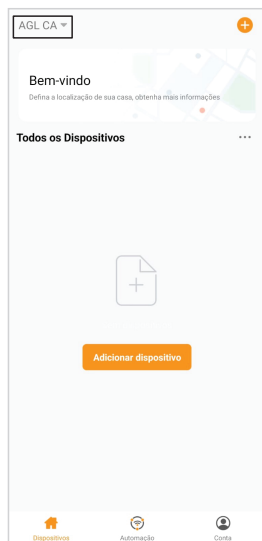

Figura 1
1. No aplicativo **"AGL Home"**, no canto superior esquerdo, clique sobre a **"seta para baixo"** (figura 1).